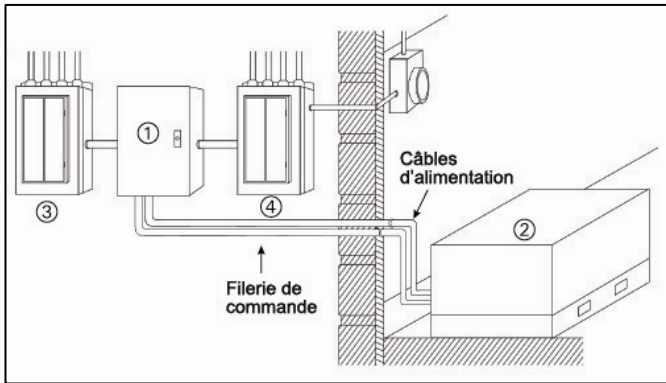

Figure 15 - Installation typique d'un commutateur automatique pour application résidentielle ou commerciale légère.
Dans une installation typique de charges critiques (consulter la Figure 15), le commutateur automatique (1) et la Génératrice (2) sont raccordés à la source d'alimentation électrique. Le commutateur automatique (1) et le panneau de distribution d'urgence (3) sont alimentés par les Services publics à partir d'un disjoncteur dédié dans le panneau électrique (4) des Services publics. Le commutateur automatique et le panneau d'urgence sont alimentés par la Génératrice (2). L'alimentation des Services publics alimente le panneau des Services publics.